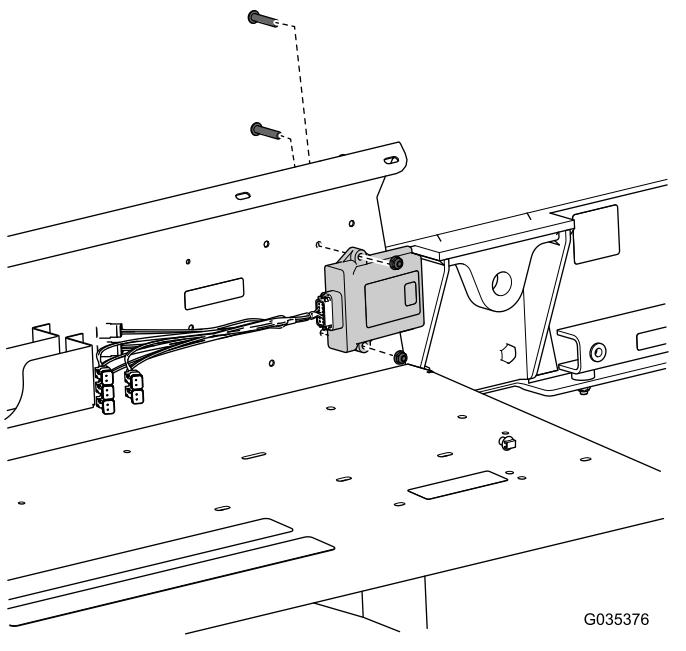

図 3
7. フェンダガードからコントローラとワイヤハーネスを外す図 3。